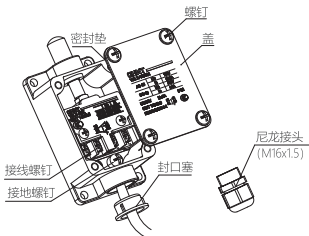
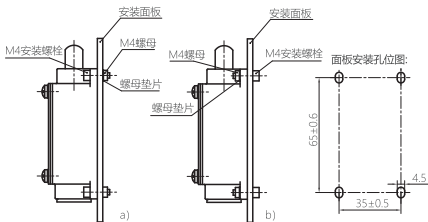

图12 布线示意图
图13 YBLX-19安装示意图
7.2.1 安装：松开盖螺钉→按图12接线→拧紧盖螺钉（密封垫必须正确装回）→按图13安装，安装可采用a）或b）。